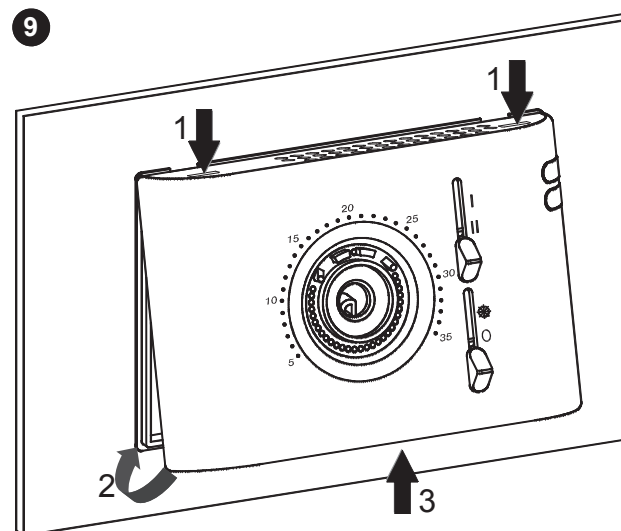

Fig. 10 - Abb. 10
- Vor dem nach unten führen prüfen Sie die Stellung der Wahlschalter (siehe Abb. 10).